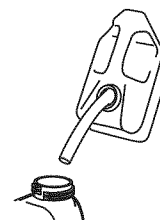

Fig. 6
2. Coloque la boquilla del depósito de gasolina en el orificio de llenado del tanque de combustible y llénelo. (Fig. 6)